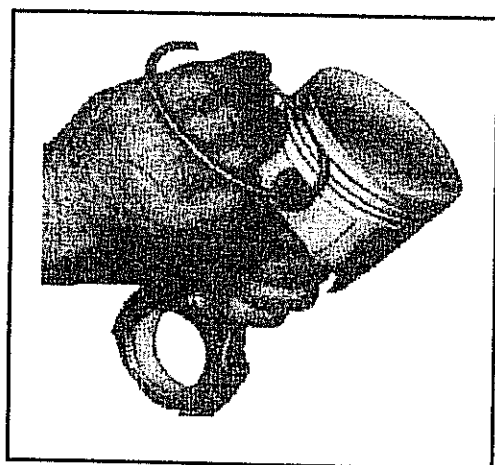

Abb. 2-25 Prüfen des Pleuellagers auf Sitz in der Ringnut.
- Vor Montage der Kolbenringe jeden Ring wie in Abb. 2-25 gezeigt mit der Außenkante an der Ringnut entlang führen und Sitz des Ringes ohne Verhaken prüfen. Bei Verhaken des Ringes entweder mit der Schlüsselfeile die Ringnut behandeln oder einen neuen Ring verwenden.